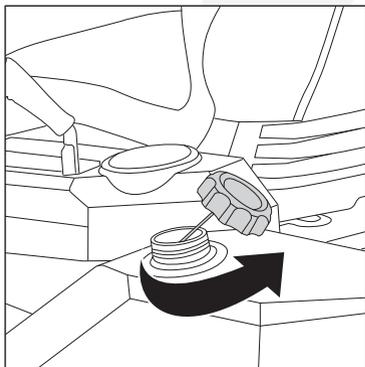

Fig. 13
2. Retire el tapón de combustible (Fig.13)